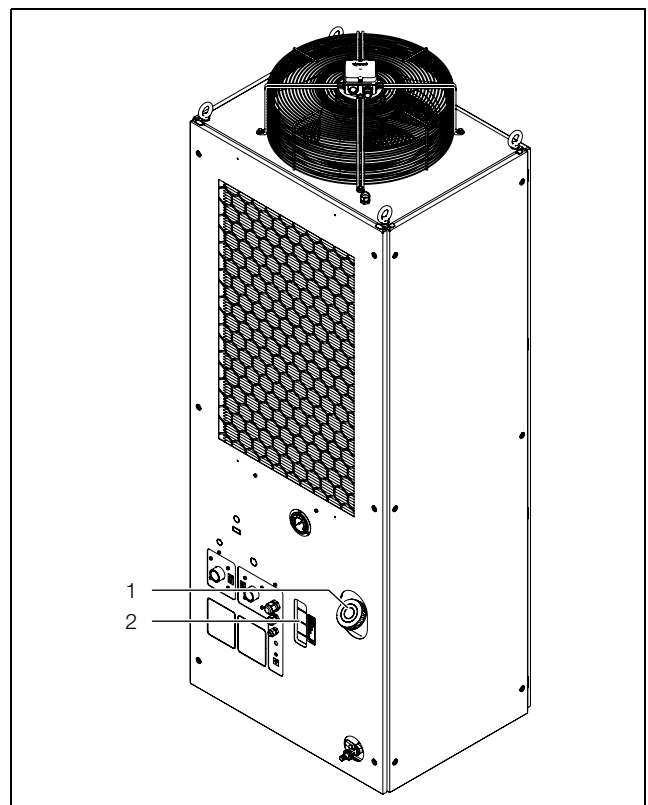

Abb. 12: Kühlmedium einfüllen
- Befüllen Sie den Chiller über den Befüllstutzen (Abb. 12, Pos. 1) des Tanks mit Kühlmedium.
■ Kontrollieren Sie den Füllstand am Behälter durch die Öffnung in der Verkleidung (Abb. 12, Pos. 2).